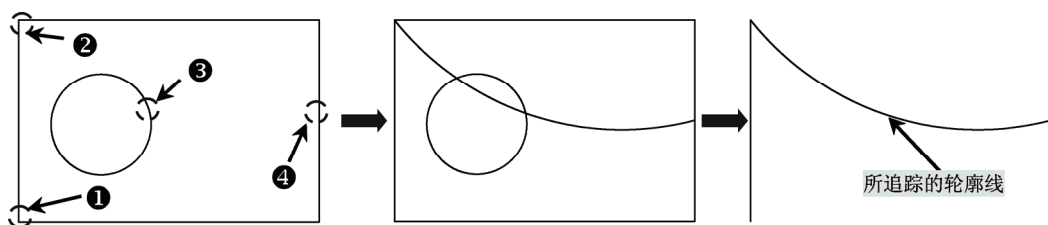

图 2-41 追踪轮廓
- 执行“追踪轮廓”命令后, 在命令行中将显示如下提示信息, 如图 2-41 所示。